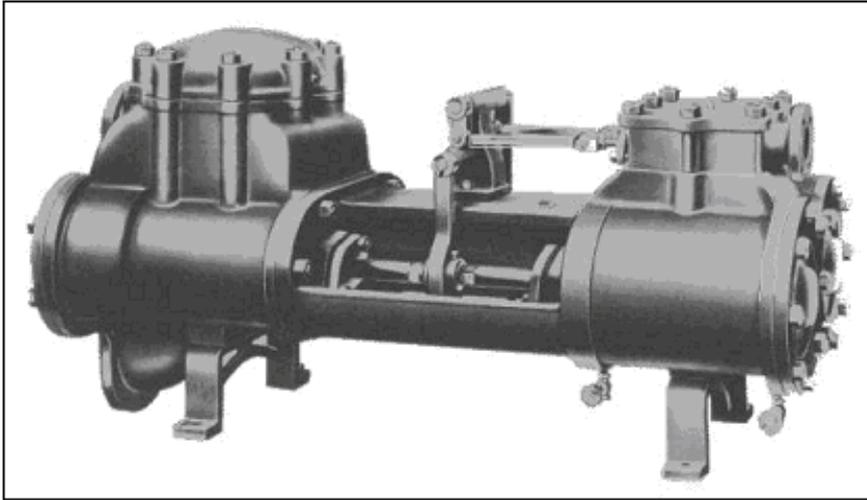

Figura 78 - Bomba Alternativa à vapor duplex
D) **Duplex**: quando a bomba apresenta dois cilindros de vapor montados lado a lado com dois cilindros de líquido, figura 78.